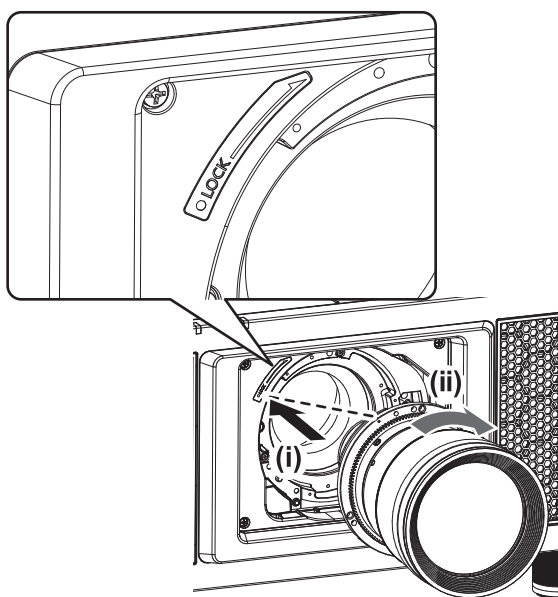

Fig. 1
- 1) Insérez l'objectif de projection en alignant son repère (orange) avec le repère du projecteur (○ à gauche de LOCK), puis tournez dans le sens des aiguilles d'une montre jusqu'au déclic. (Fig. 1)